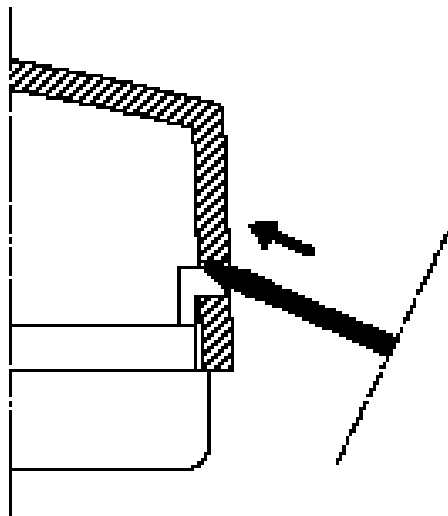

Рис.3 Снятие крышки с помощью отвертки
2. Снять крышку термостата с помощью нажатия отверткой между зубцом и отверстием с правой стороны прибора (Рис.3). Необходимо только вставить отвертку, но не давить на сам зубец, чтобы не сломать его.